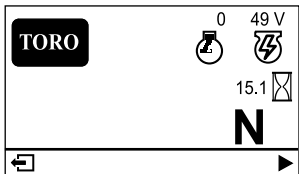

Figura 21
- Pantalla principal de información (Figura 21):** muestra información actual de la máquina con la llave en la posición de CONECTADO.